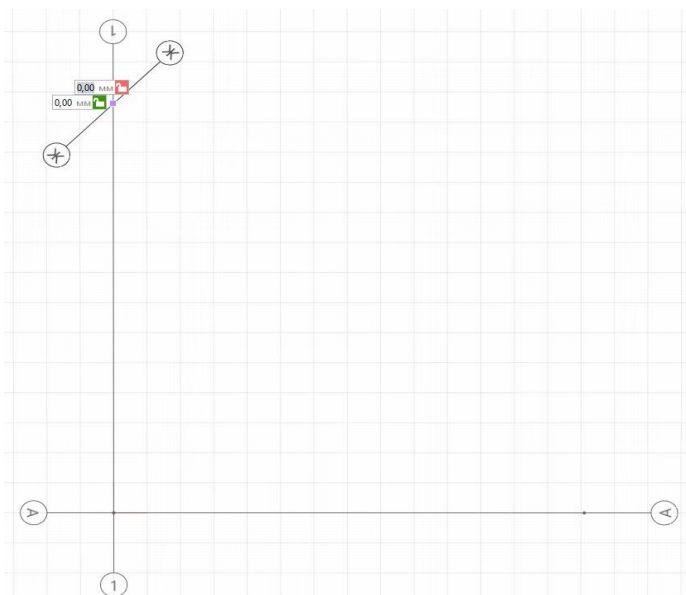

Рис. 12 Первая точки для оси Ж
- Укажем первую точку на **оси 1** как показано на рисунке (рис. 12)